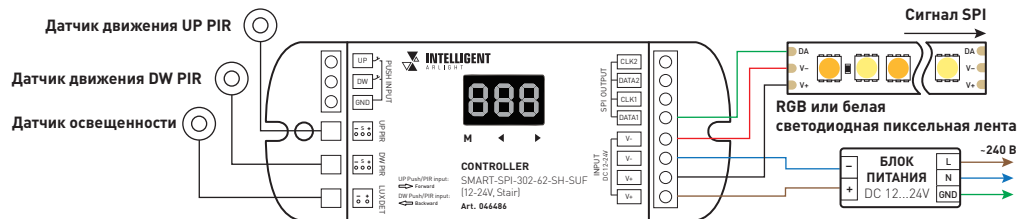

Рис. 1. Схемы подключения контроллера
- 3.2. Подключите контроллер согласно выбранной схеме (см. рис. 1–4).